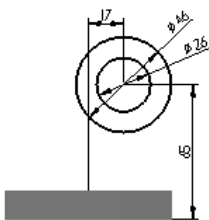

图 7.7.11 标注尺寸
① 定义绘图线型。在 下拉列表中选择第二个选项 。
② 选择命令。选择下拉菜单 **绘图(C)** → **圆弧(A)** → **已知圆心点画圆(C)...** 命令，系统弹出“编辑圆心点”工具栏。
③ 定义圆心位置。在“绘图视角”工具栏中单击 按钮调整构图为右视视角；分别在“自动抓点”工具栏的 **X** 文本框、**Y** 文本框和 **Z** 文本框中输入值 17, 65, 0，并分别按 Enter 键确认。
④ 设置圆参数。在“编辑圆心点”工具栏的 文本框中输入值 46，按 Enter 键确认。
⑤ 参照步骤③~④绘制同心圆，同心圆直径为 26。
⑥ 单击 按钮，完成圆的绘制。
(3) 标注尺寸。在 下拉列表中选择第一个选项 。选择下拉菜单 **绘图(C)** → **尺寸标注(D)** → **快速标注(S)...** 命令，标注尺寸如图 7.7.11 所示。